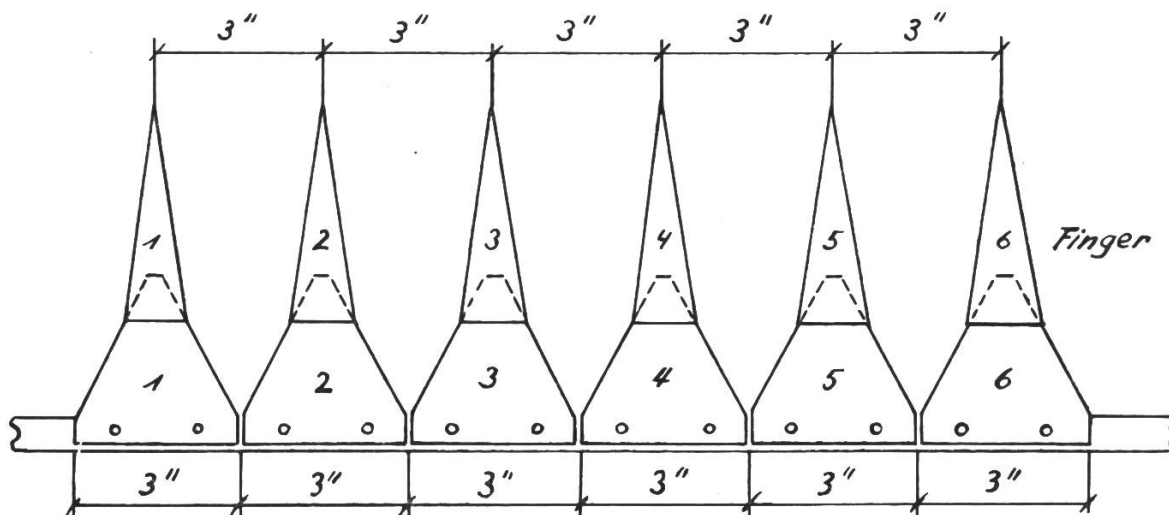

Abb. 1
3. Klinge a u f dem 3. Finger usw. (siehe Abb. 1).